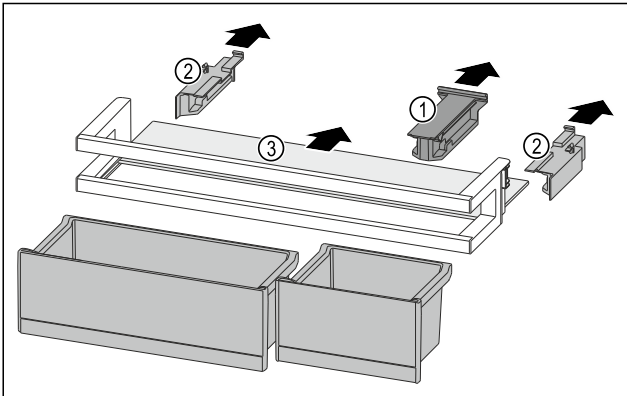

Fig. 198
- Estrarre l'elemento di tenuta Fig. 198 (1).
- Togliere gli elementi laterali Fig. 198 (2).
- Rimuovere il ripiano Fig. 198 (3).